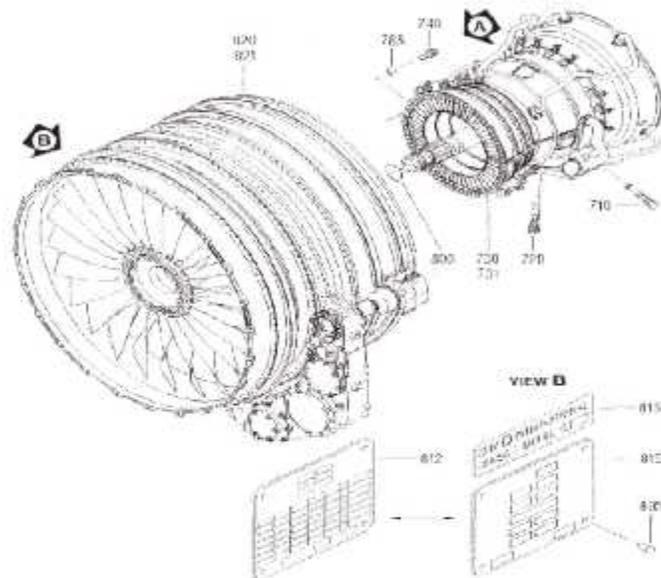

Fig. III. 84 : Démontage des Bouchons Boroscopes du Carter HPT et du 1^{er} Etage Stator LPT.
- r. On démonte les bouchons borescopes (technologiques) du carter de la HPT et du premier étage stator de la LPT. Ils sont près sur bourrelet arrière aux positions 5:30 et 8:30 heures. (fig. III. 84).